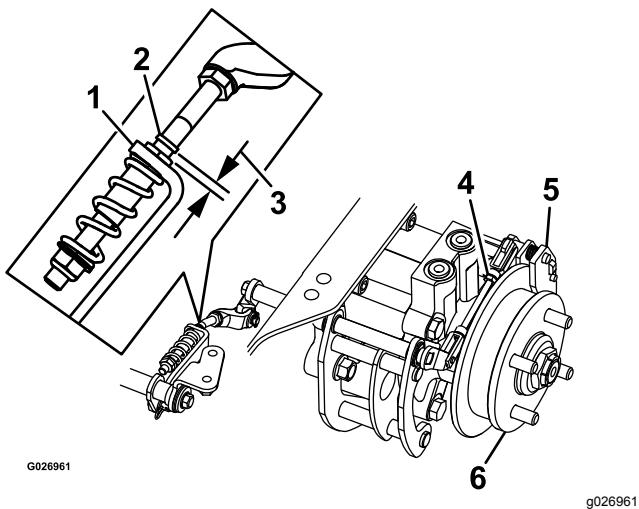

Bild 82
8. Prüfen Sie, ob ein sichtbarer Abstand zwischen der L-Halterung und dem Gestängeanschlag besteht (**Bild 82**).